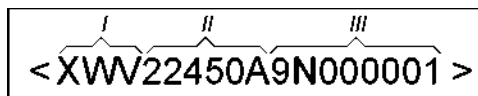

Рис. 1.4. Маркировка транспортного средства:
**Идентификационный номер (VIN)** транспортного средства (рис. 1.4) выбивается на передних стойках пассажирских дверей со стороны салона (рис. 1.5). Идентификационный номер также дублируется на табличке заводских данных.